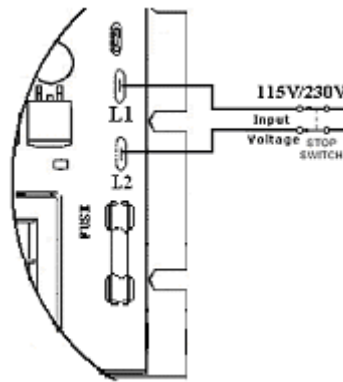

图 8
1. 交流线路 - 将 AC 线路连接到 L1 和 L2 上 (见图 8)。(保证 BM 是按照正在使用的交流线路电压设置的。)